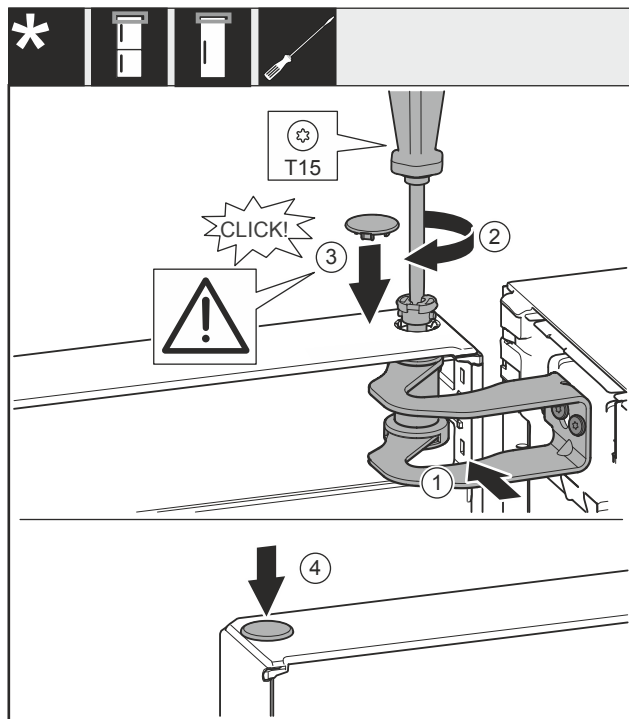

Fig. 24
- ▶ Dveře vyrovnejte s otvorem ve stojanu ložiska Fig. 24 (1).
- ▶ Vložte čep Fig. 24 (2) a pevně jej utáhněte šroubovákem.
- ▶ Nasadte kryt Fig. 24 (3).
- ▶ Zkontrolujte, zda kryt Fig. 24 (3) doléhá na dveře.
- ▶ Nasadte kryt Fig. 24 (4).